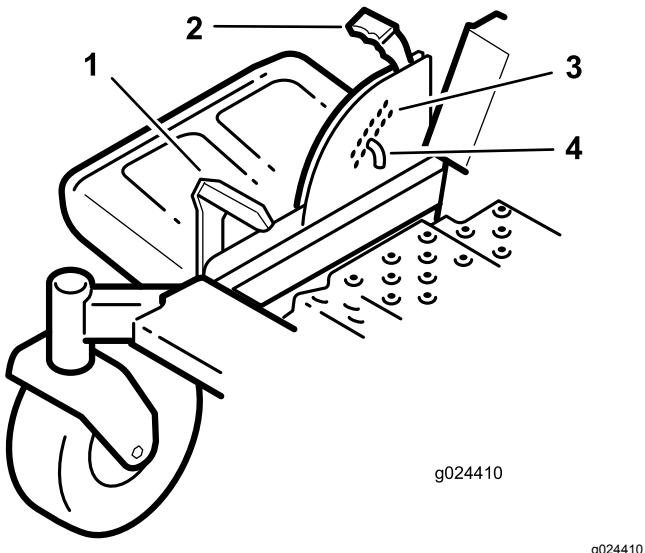

Figura 23
1. Pise el pedal de elevación de la carcasa y eleve la carcasa a la posición de bloqueo de transporte (que es también la posición de altura de corte de 114 mm (4-1/2 pulgadas) (Figura 23).
2. Para ajustar la altura de corte, retire el pasador del soporte de altura de corte (Figura 23).
3. Seleccione el taladro del sistema de altura de corte que corresponde a la altura de corte deseada, e inserte el pasador (Figura 23).